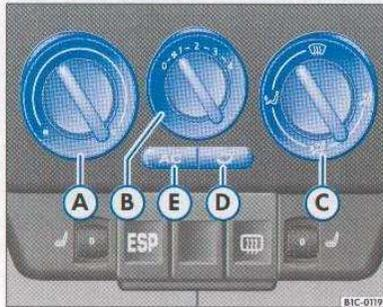

Fig. 62 Consola central: mandos del aire acondicionado
- Gire el mando => fig. 62 A hacia la derecha hasta el tope.
- Gire el mando => fig. 62 hasta el grado de calefacción deseado.
- Gire el mando => fig. 62 A hasta el grado de calefacción deseado.
- Gire el mando => página 74, fig. 62 A hasta la temperatura de aire deseada (también puede ser para calentar).
- Gire el mando => página 74, fig. 62 A hacia la izquierda hasta el tope.